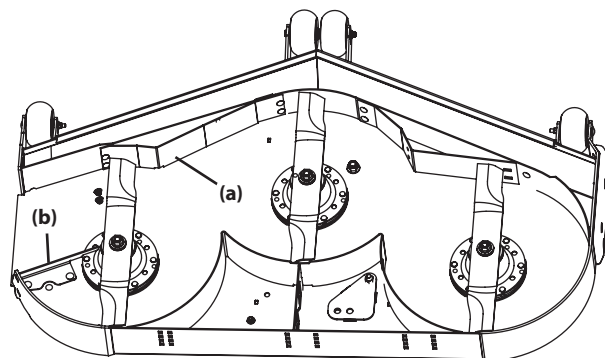

Figure 17
***Déflexeur interne (uniquement pour les plateaux de coupe de 48, 54 et 60 pouces) :** le déflexeur interne (a) régule l'évacuation de l'herbe. Retirez le déflexeur interne pour l'herbe à haut volume et installez le déflexeur interne pour une coupe de précision (Figure 17).
Déflexeur d'éjection : le déflexeur d'éjection (b) améliore le schéma d'éjection de l'herbe. Le déflexeur d'éjection réduit la formation de bottage et doit être enlevé pour le paillage (Figure 17).